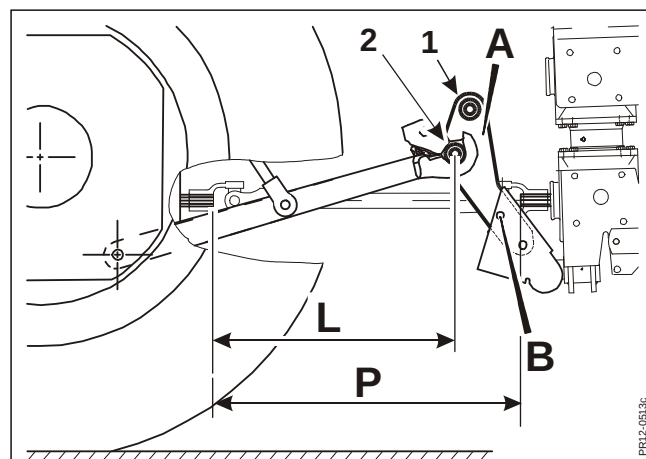

Fig. 2-3
- Fig. 2-3
- Fig. 2-3 **LANGE LIFTARME:**
- Fig. 2-3 Husk ved montering af træktappene ved pos. **2** skal højre og venstre forlængerarm byttes om, og vendes.